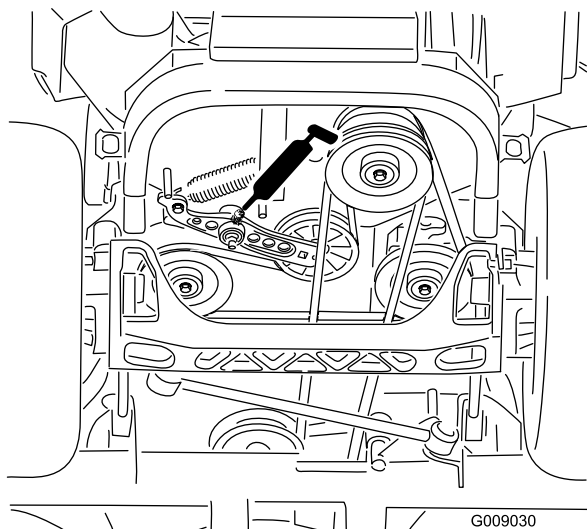

Figure 41
5. Graissez le bras de la poulie de tension de la courroie d'entraînement (Figure 41).